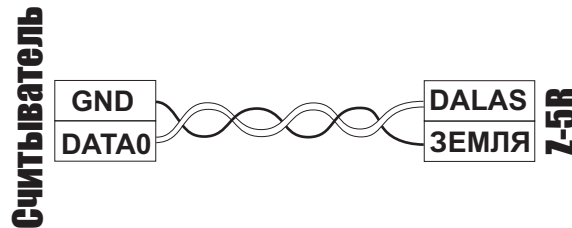

Рис.3 Подключение считывателя витой парой.
****Для обеспечения удаленности установки считывателя (указанной в характеристиках) необходимо использовать UTP кабель с витой парой (например, соответствующий стандарту CAT5e). При этом один провод витой пары подключается на GND, второй на D0 (рис.3).